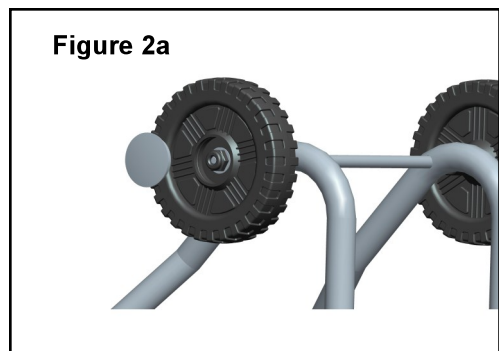

Figure 2a
3. Enfoncez les enjoliveurs dans les roues pour couvrir les extrémités de l'essieu. Un marteau peut être utilisé pour les mettre correctement place sur l'essieu. Un espace peut se trouver entre la roue et l'enjoliveur, il n'est pas nécessaire d'enfoncer celui-ci jusqu'au fond. (Figures 2a et 2b).